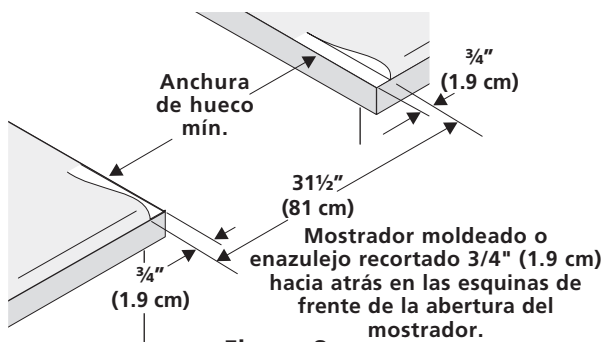

Figura 8
- **El reborde de frente de mostradores moldeados** deben tener bordes moldeados a $\frac{3}{4}$ " (1.9cm) a partir de cada extremidad de la apertura (Figura 8).
- **Los mostradores enazulejos** deberán necesitar un recorte de $\frac{3}{4}$ " (1.9 cm) a partir de cada extremidad y/o un borde redondeado aplanado (Figura 8).